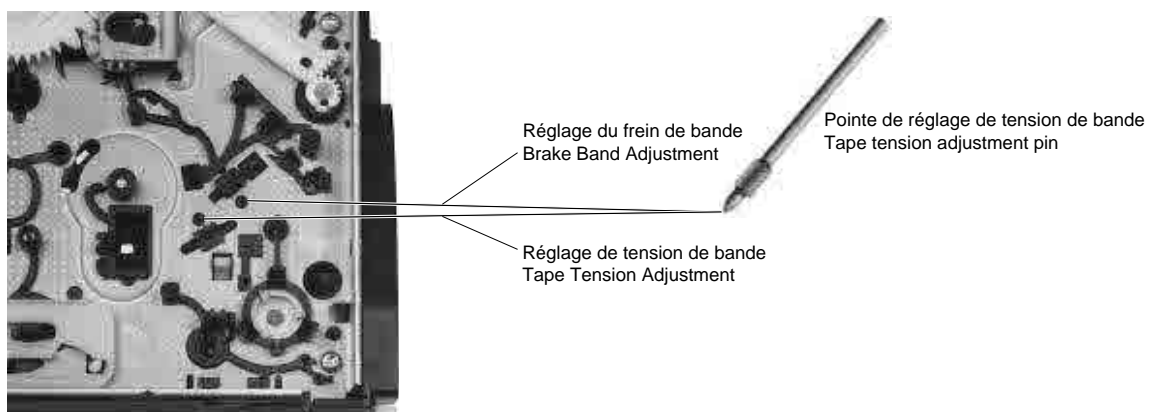
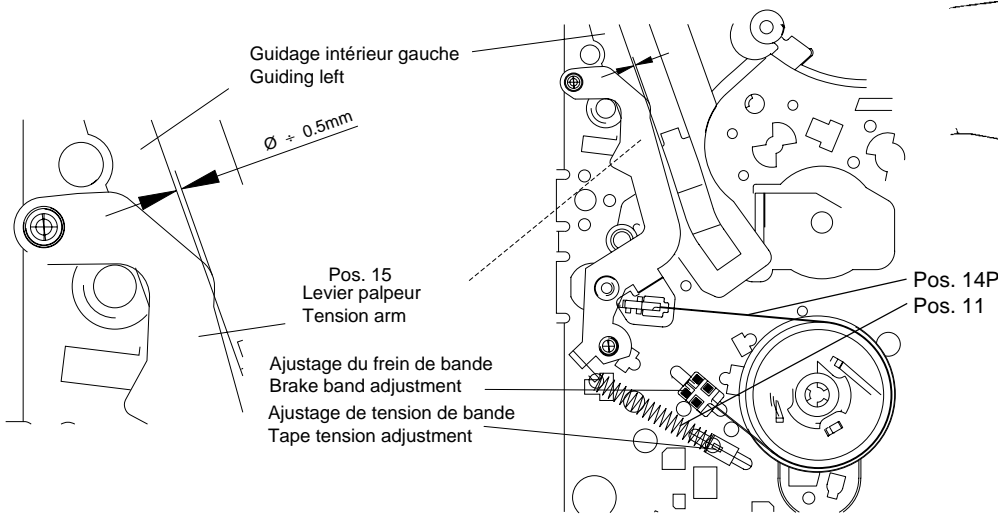

Fig. 26
Fig. 27
- A l'aide de l'outil de réglage de tension de bande (depuis la partie inférieure de la mécanique, Fig. 26) régler le frein (Fig. 27, Pos. 14P) de telle sorte que le bras du palpeur de tension de bande (Pos. 15) se superpose avec l'arrête de guidage intérieure gauche du rail de gauche (Fig. 27).
- A l'aide de l'outil de réglage régler le ressort (Fig. 27, Pos.11) sur une traction de bande de  $0,24N \pm 0,02N$  ( $24g \pm 2g$ ) (Fig. 27).